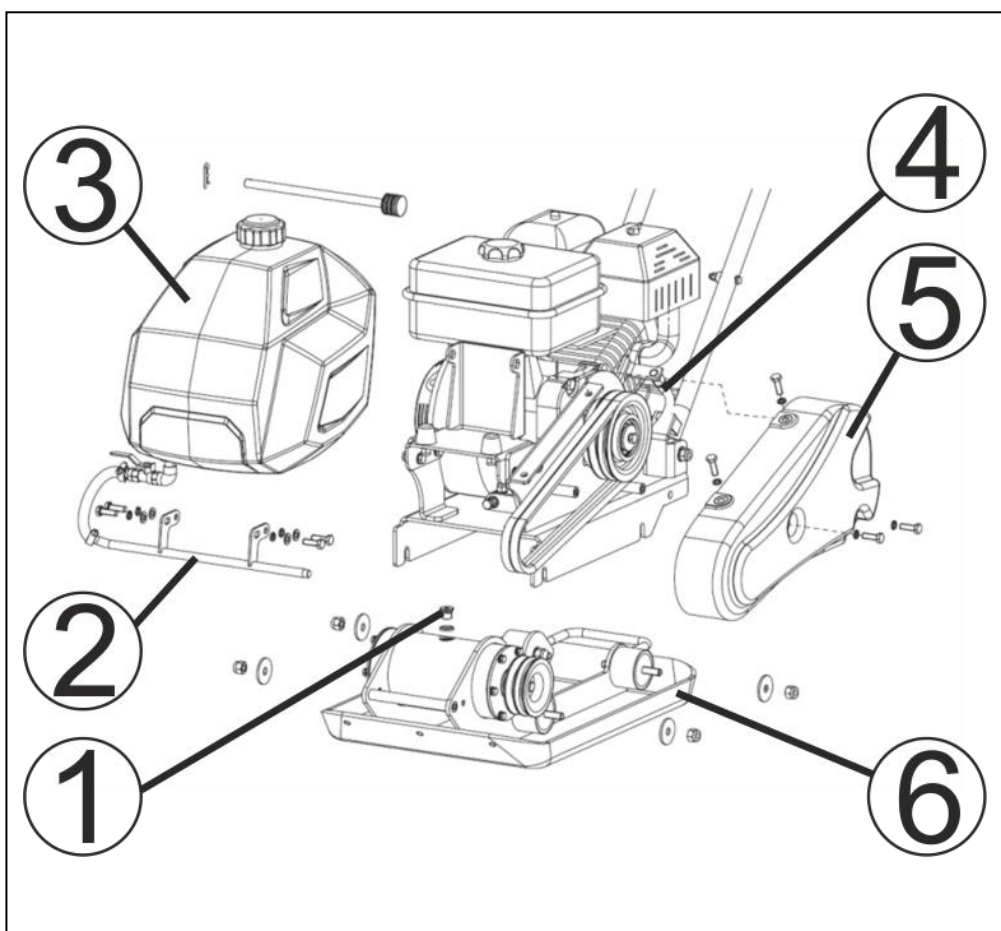

Рис. 26. Снятие рыма с двигателем.
1. Открутить болты крепления и снять кожух (5) защитных ремней (Рис. 26).
2. Открутить болты крепления трубки подачи воды к рабочей плите и снять трубку (2) подачи воды и бак (3) для воды.
3. Ослабить гайки резиновых амортизаторов, соединяющих раму (4) с двигателем и рабочую плиту (6) (Рис. 26).
5. Очистить зону вокруг пробки отверстия для слива масла и открутить пробку (1) отверстия для слива/заправки масла (Рис.26).